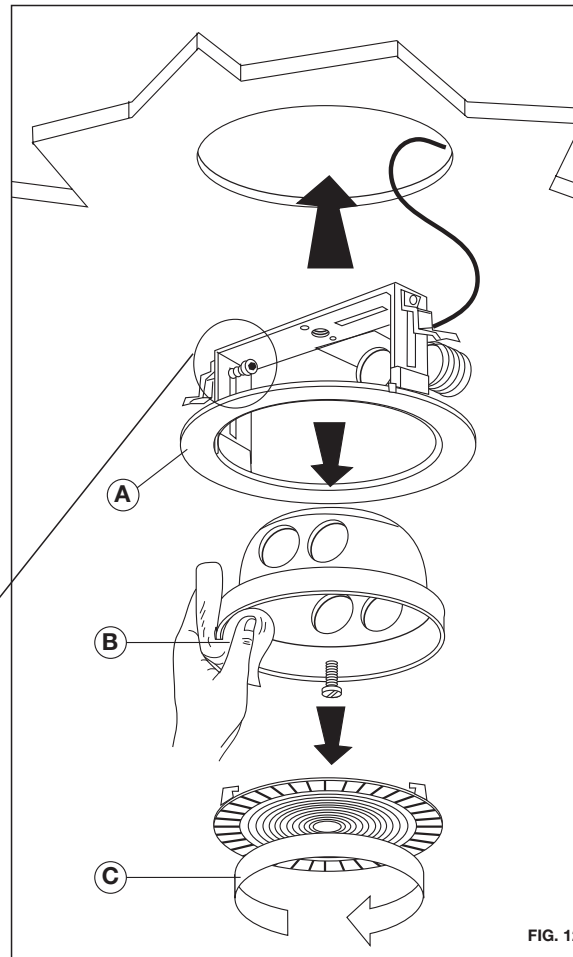

FIG. 12
- Para luminarios embutidos con pantalla de policarbonato, quitar primero la pantalla, y después desenroscar el tornillo central de sujeción de la parabola (**FIG. 12 B-C**).